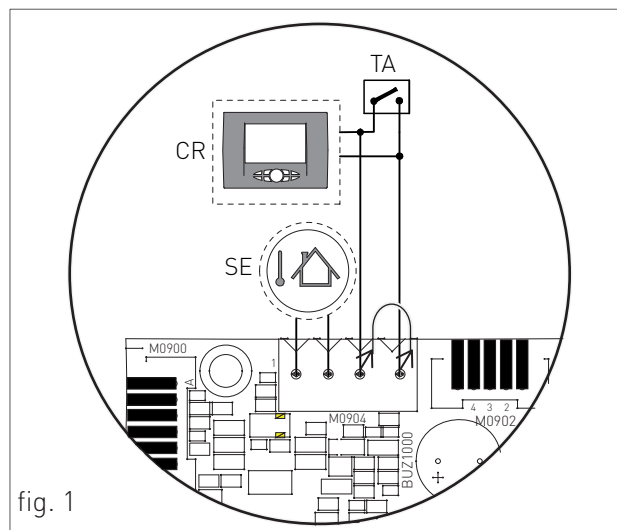

fig. 1
- Pentru sonda de temperatură externă, conectează cei doi conductori nepolarizați la contactele terminalului M0904 (consultați „SE” fig. 1).
- Pentru termostatul de ambianță sau telecomandă, scoateți mai întâi puntea de pe contactele terminalului M0904 și apoi conectați cei doi conductori nepolarizați ai termostatului de ambianță sau telecomandă (consultați „TA” sau „CR” fig. 1).
- › Pentru toate secțiunile orizontale ale conductelor de evacuare și aspirarea aerului, în ceea ce privește calea aerului, trebuie să asigurați o pantă în sus (către cazan) de minimum 2% (a se vedea fig. 1) pentru a evita apă, praf sau obiecte străine să intre în conductă.